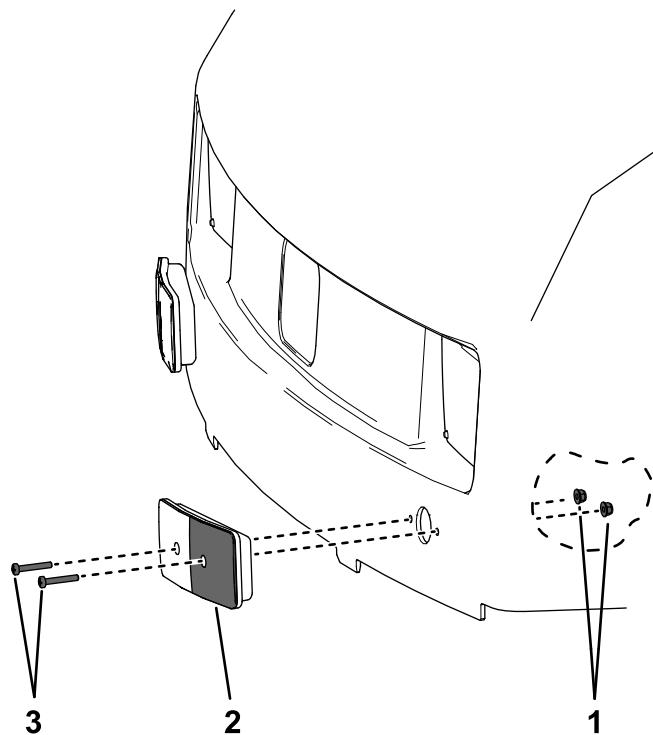

Figura 21
- Rimuovete i 4 bulloni a testa Phillips e i dadi che fissano le luci di direzione al cofano (Figura 21).